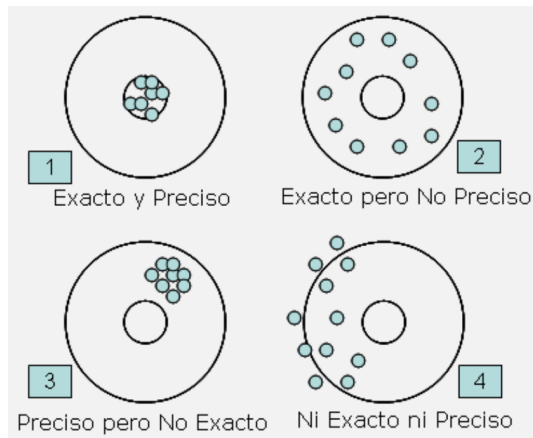

Fig. 66 Casos posibles de medidas de la misma magnitud y los mismos mensurandos, obtenidas con cuatro aparatos distintos.
- Establecer el valor a otorgar a la medida, pues todo el proceso puede resultar (Fig. 66) exacto y preciso, o solo exacto, o solo preciso, o ninguna de ambas.